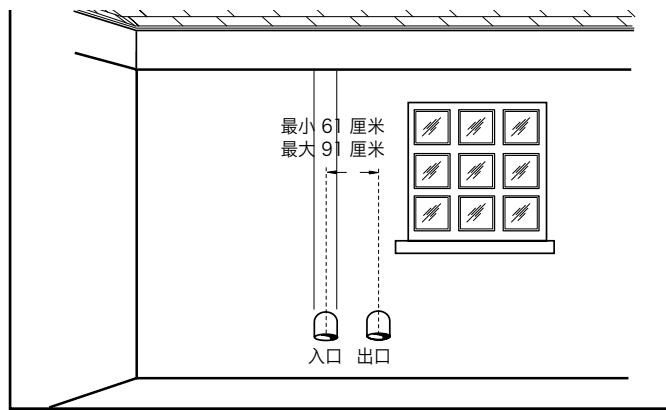

图 5
- 1.切开两个孔，让管道通过。对于 2 英寸管道，孔直径应为 6.4 厘米，对于 3 英寸管道，孔直径应为 8.9 厘米，对于 6 管道，孔直径应为 16.5 厘米。通风口必须保持 61 厘米至 91 厘米范围内的水平距离。关于额外信息，请参见图 5。